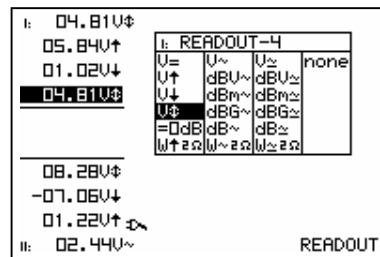

Fig 26
8. Press the cursorkeys to highlight the desired readout function for meter 4 readout. (Fig. 26)
8. Druk op de pijltoetsen voor het kiezen van de uitlezingfunctie van meter 4. (fig 26)
8. A l'aide des touches curseur choisissez la fonction désirée pour l'appareil numéro 4. (fig 26)